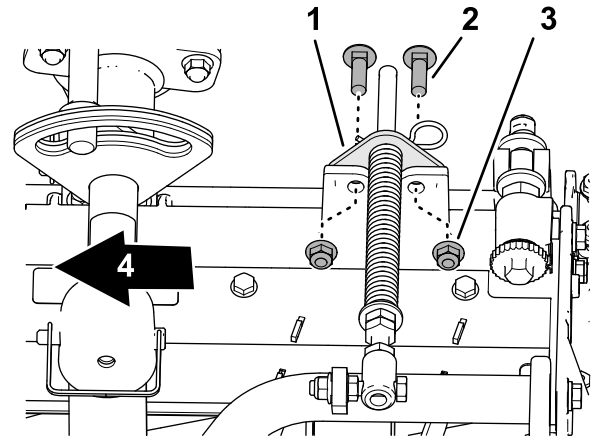

Figure 20
5. Alignez les trous du support du compensateur et les trous dans le cadre de l'unité de coupe (Figure 20).